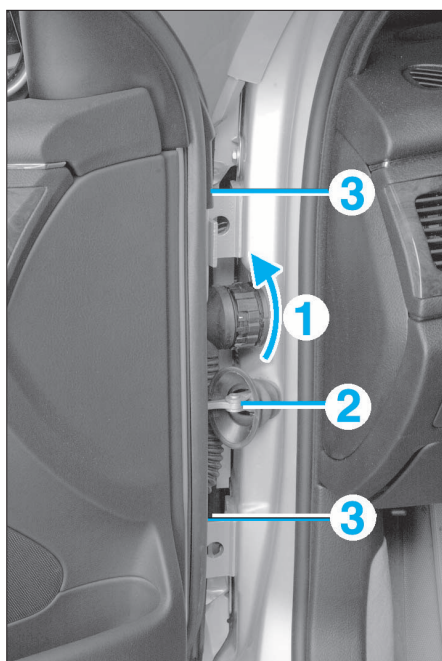

FIG. 30
- Déconnecter le faisceau électrique par une simple rotation du connecteur (1) (Fig.30).